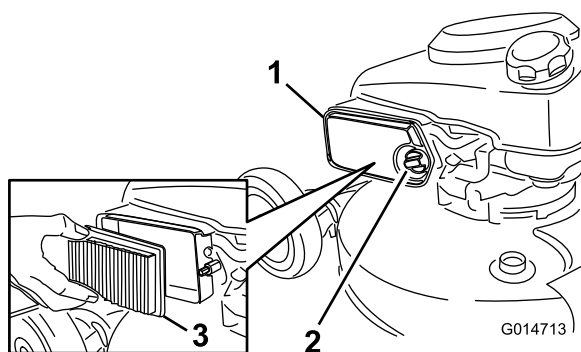

Figure 16
2. Dévissez et ouvrez le couvercle du filtre à air (Figure 16).